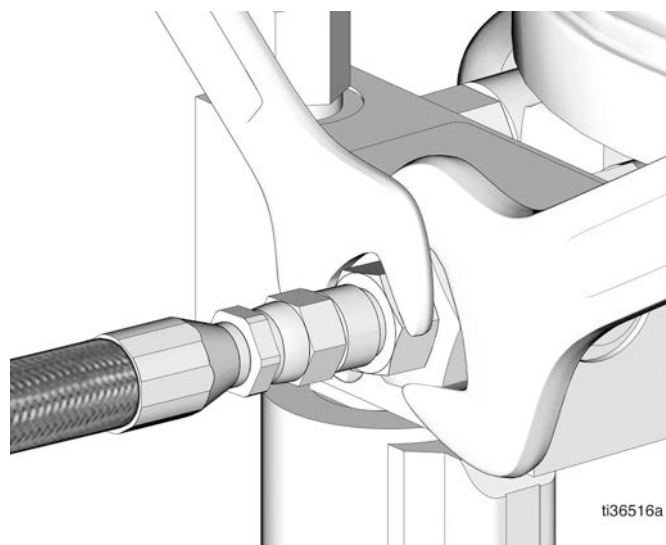

FIG. 8
10. Vuelva a conectar la línea principal (FIG. 8).